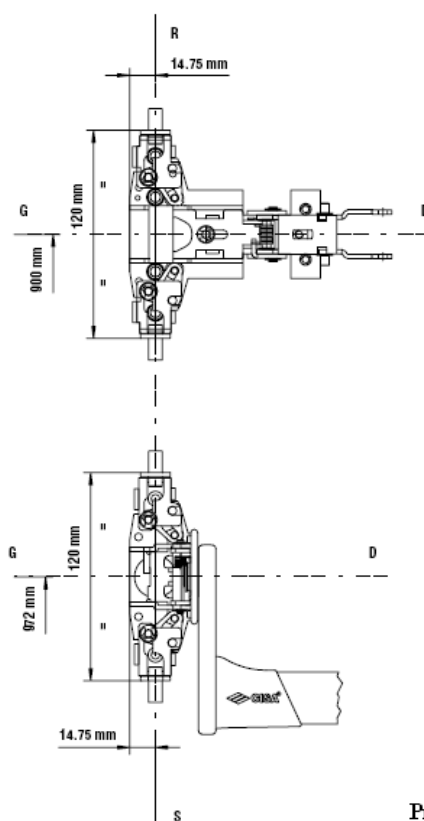

Рис.5
**Примечание:** Основной корпус устройств аварийного выхода арт.59810, 59815, 59010, 59015 идентично размещаются на двери относительно оси S-R (Рис.5). Таким образом, процедура по замеру длины для установки удлинительных тяг и колпаков тяг одинакова для всех перечисленных устройств аварийного выхода.